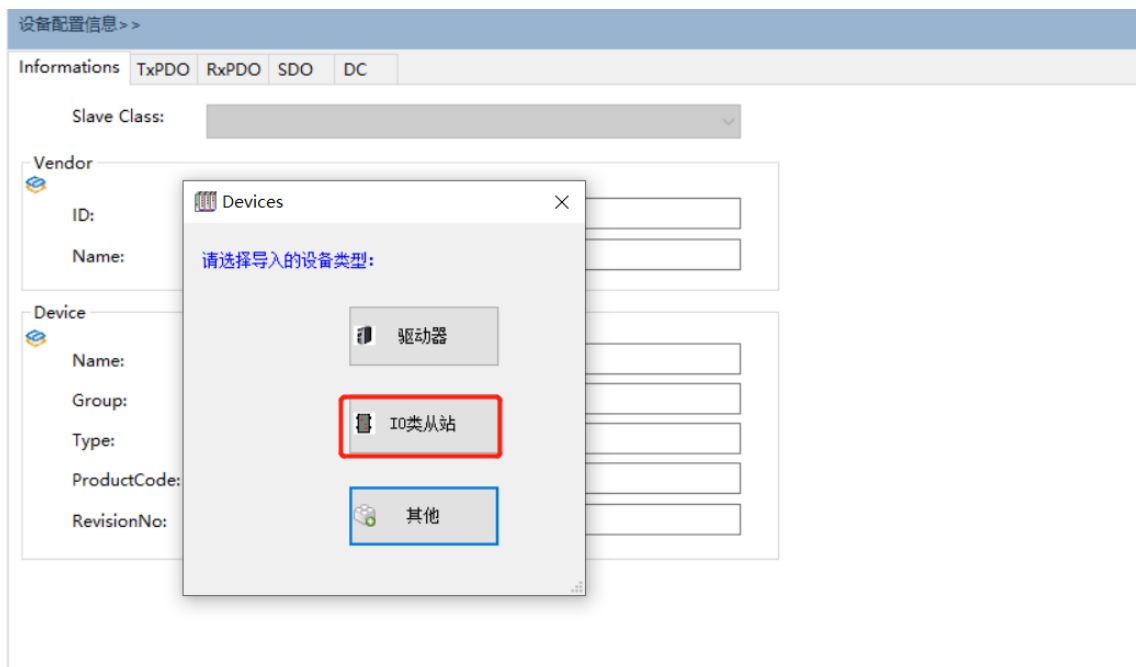

图 2.1.4 设备类型选择
③ 接着【打开】确认后，出现如图 2.1.4 设备类型选择，这里选择【IO 类从站】（根据从机设备是什么类型就选择什么类型，供应商提供用户）；